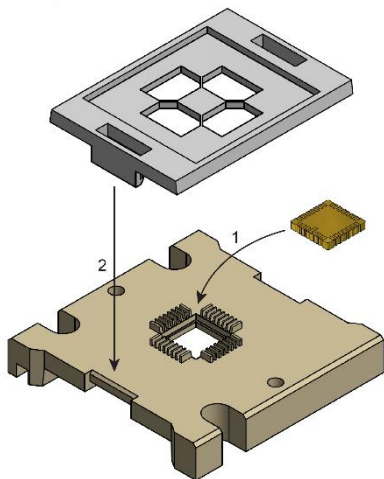

Рисунок 6. Расположение микросхемы в спутнике-носителе
1. Вставьте микросхему в спутник-носитель. Первый вывод микросхемы направлен в сторону с двумя пазами спутника-носителя. Прижмите микросхему крышкой спутника-носителя (Рисунок 6).